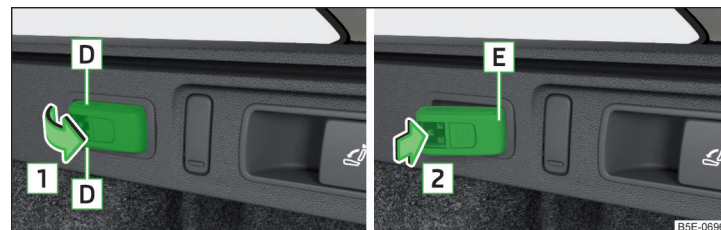

Fig. 139 Desmontar la lámpara / Insertar la lámpara
- » Para **retirar** la lámpara en la zona **D** y pívotela en el sentido de la flecha **1** » fig. 139.
- » Para **colocar**, colocar primero la lámpara con la parte trasera **E** en el soporte » fig. 139 y luego presionar la lámpara en sentido de la flecha **2**, hasta que se escuche el sonido de encaje.